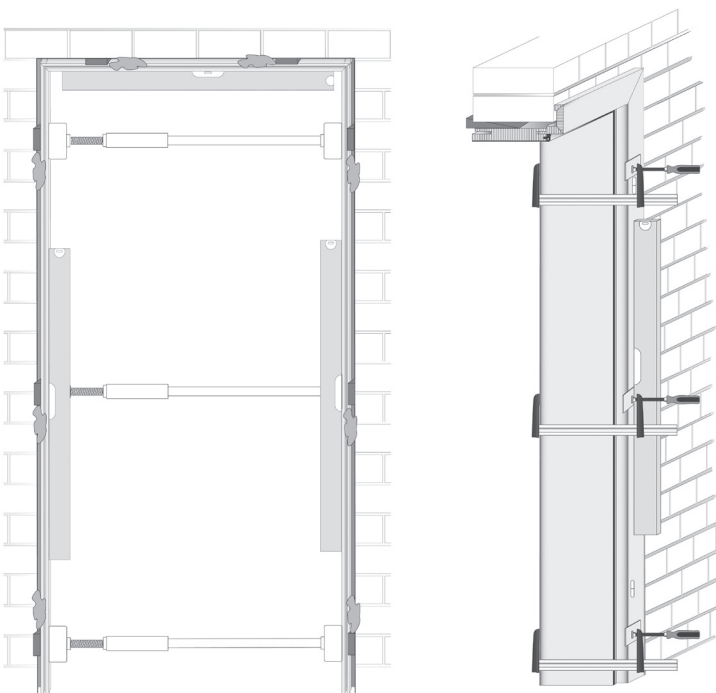
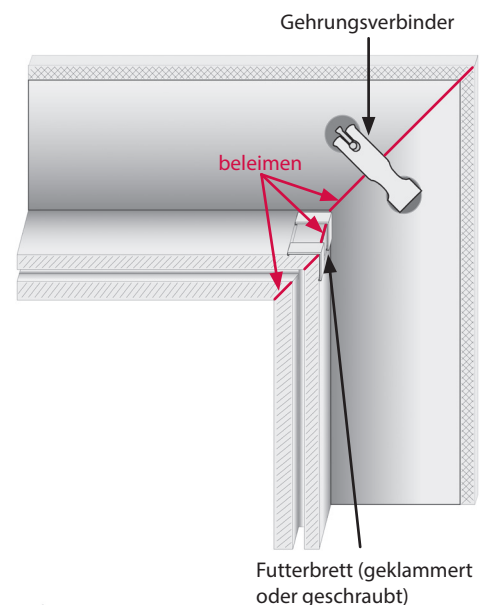

Abb. 2: Lot- und fluchtgerechte Ausrichtung von Zargen
Abb. 3: Beleimung der Schnittkanten
4. Die Montage – Beachten Sie immer die dem Produkt beigelegten Montageanleitungen! Die Funktion eines Türblatts steht und fällt mit der lot- und fluchtgerechten Ausrichtung der Zarge (Abb. 2). Die Schnittkanten der Zarge und der Bekleidungen müssen unbedingt mit Holzleim versehen werden (Abb. 3).